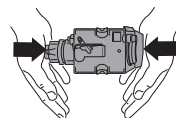

Figure 28
- S'il est difficile d'insérer le système de préparation du café, pressez-le vigoureusement en haut et en bas simultanément (Figure 28).